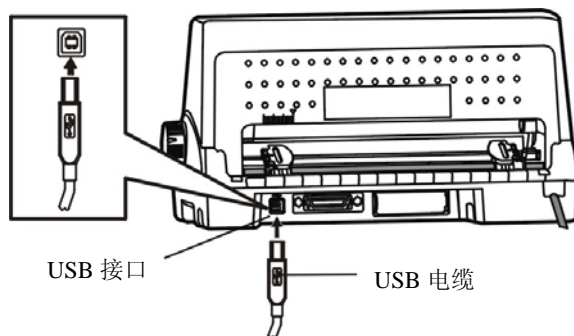
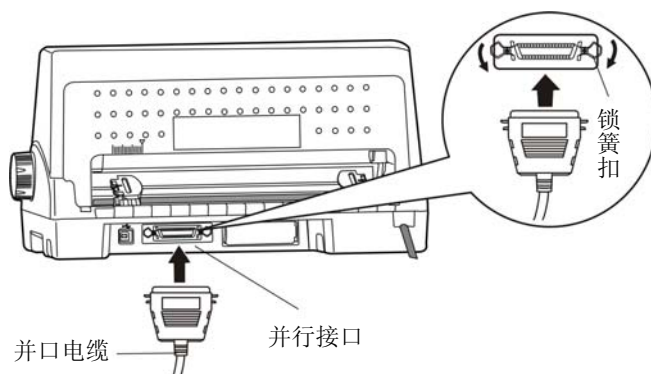
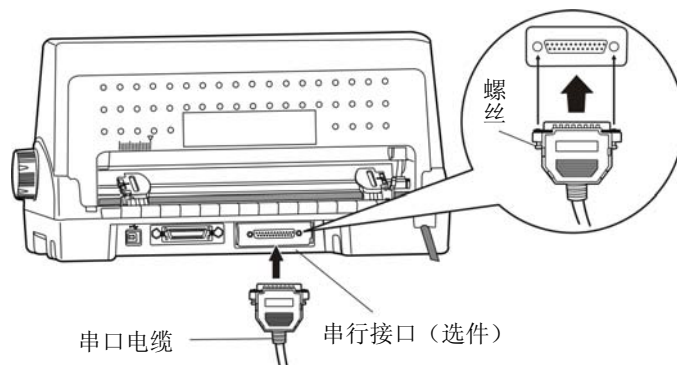
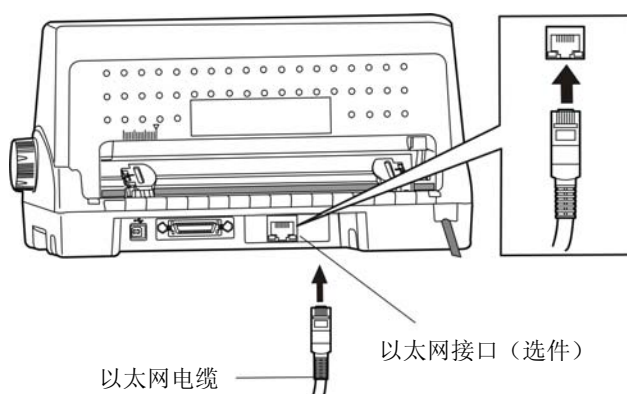

图 2-11 连接 USB 电缆
图 2-12 连接并口电缆
图 2-13 连接串口电缆
图 2-14 连接以太网电缆
本打印机标配 USB 接口和并行接口；可选配串行接口插件或以太网接口插件。请根据需要，用相应的接口电缆把打印机与计算机相连〔如图 2-11、图 2-12、图 2-13 和图 2-14 所示〕。
1. 将 USB 电缆的 A 端插头（方型）插进打印机的 USB 接口插座中（如图 2-11 所示）。
1. 关闭计算机与打印机的电源，将并口电缆插头连接到打印机的并行接口，扣上连接器两侧的锁簧扣，固定并口电缆（如图 2-12 所示）。
1. 关闭计算机与打印机的电源，将串口电缆插头连接到打印机的串行接口，拧紧两侧的螺丝，固定串口电缆（如图 2-13 所示）。
将以太网电缆的 RJ-45 水晶插头一端插进打印机的以太网接口插座中，另一端插头连接到局域网的接入端（如图 2-14 所示）。